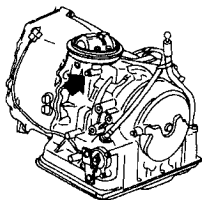

Рис. 7.13 Стопорный болт оси регулятора (См. Раздел 9)
3. Для снятия регулятора вместе с осью открутите стопорный болт и снимите ось (См. Рис. 7.13 и 7.14).